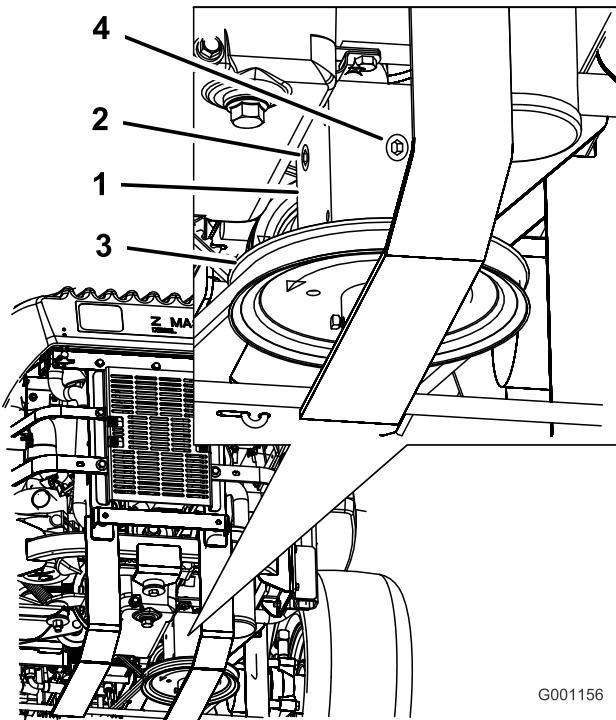

Figura 60
4. Retire o tampão lateral ou traseiro da caixa de velocidades. (Figura 60).